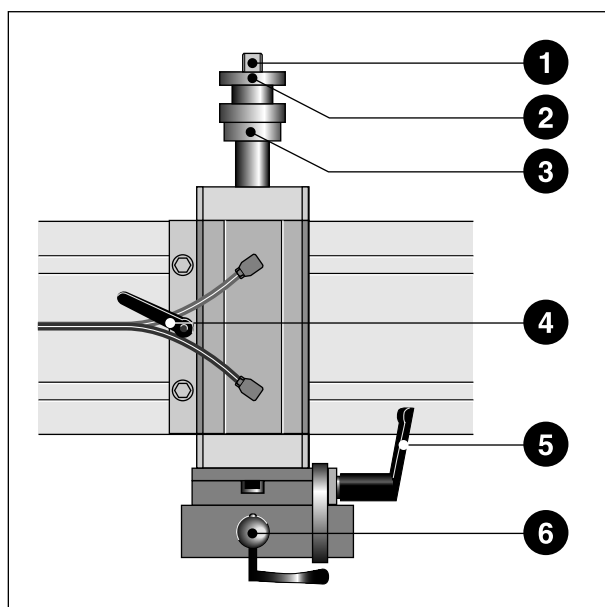
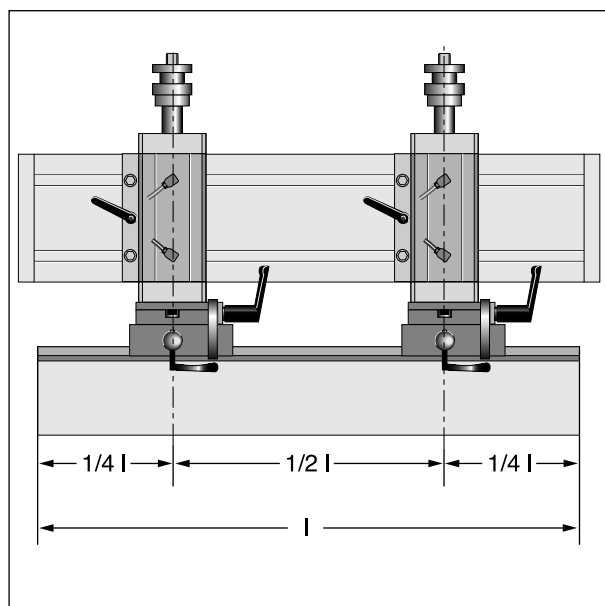

Bild 5-8. Vorrakelzylinder
Bild 5-9. Einsetzen der Rakel
- * Lösen Sie die Klemmhebel (4, Bild 5-8) und verschieben Sie die Rakelzylinder wie in Bild 5-9 dargestellt.
- * Stellen Sie sicher, daß beide Schwenkplatten auf den gleichen Rakelwinkel eingestellt sind (ansonsten mit Klemmhebel (5) korrigieren).